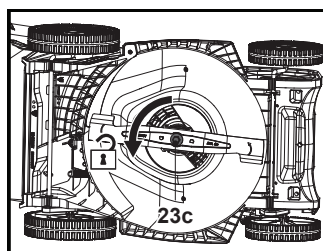

Fig. 18
1. Mantenha a parte inferior e a lâmina de corte (23) limpas e sem detritos. Remova as aparas de relva da conduta de descarga traseira (22).
3. Mantenha a lâmina de corte (23) afiada para garantir um bom desempenho de corte. Substitua a lâmina de corte gasta ou danificada por uma nova do mesmo tipo, ou solicite o afiamento a um especialista qualificado.
4. Desaperte o parafuso de fixação (23c) para a esquerda com uma chave de impacto elétrica adequada (tamanho da chave de 13 mm) (Fig. 18) e retire-o juntamente com a anilha plana (23b) e a lâmina de corte (23).